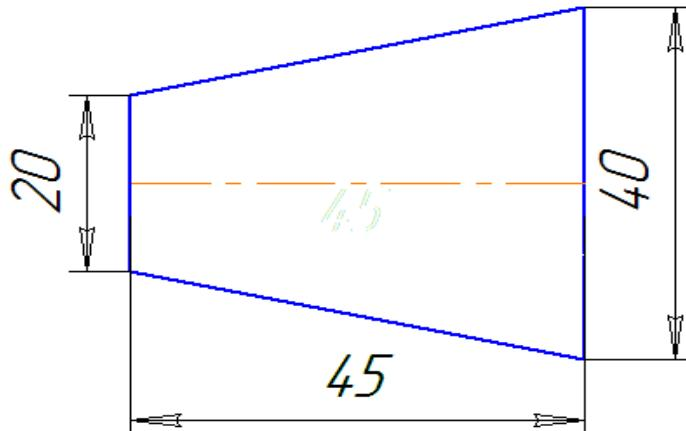

Рисунок 3
5. Постройте отрезок Р3-Р4. На панели управления (инструментальной панели) нажмите кнопку **Установка глобальных привязок**. В появившемся диалоговом окне **Установка глобальных привязок** установите флагок рядом с привязкой **Касание** и дополнительно включите флагок **Отображать текст** (см. рисунок 3).
С использованием локальных и глобальных привязок выполните построение (см. рисунок 3).